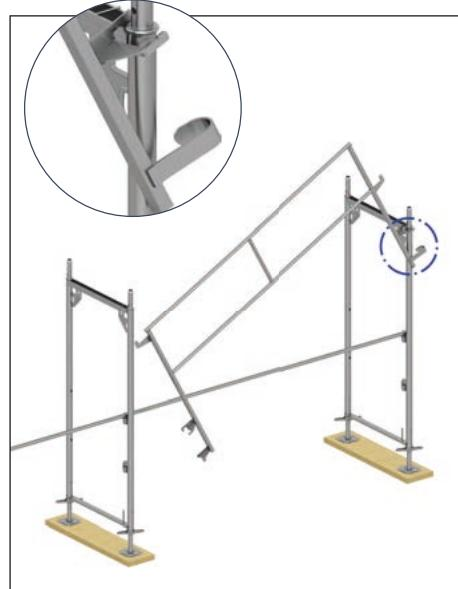

Bild 24
Schritt 1: Das I-Geländer wird auf der rechten Seite in das U-Profil des Stellrahmens eingehängt (siehe Bild 24).